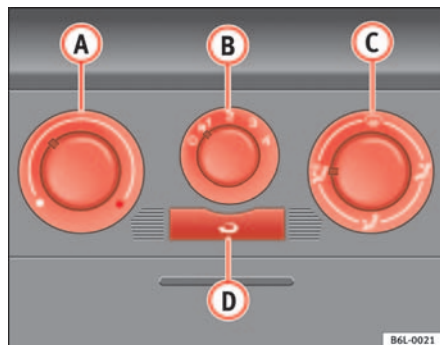

Fig. 86 Mandos de la calefacción en el tablero de instrumentos
- Con los reguladores ⇒ fig. 86 A y C y con el mando B se regula la temperatura, la distribución del aire y la velocidad de la turbina.